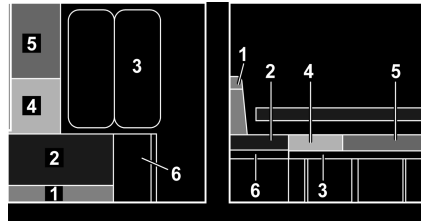

Fig. 135 Durante la transformación
- Plegar la prolongación del banco de asiento (Fig. 135,6) hacia arriba y colocar una cuña con la trampilla.